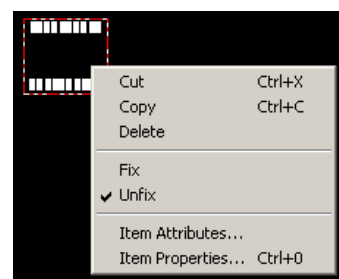

Рис. 5. Контекстное меню при выделении компонента.
28. В появившемся на экране контекстном меню (рис. 5) выберем команду Item Properties...